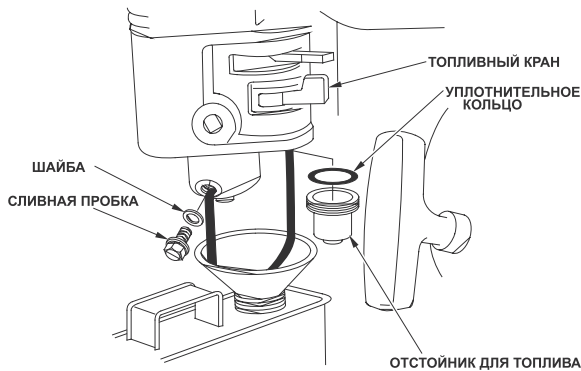

Рис.24 Сливание бензина с топливного бака и карбюратора
- вывинтите пробку сливного отверстия карбюратора, снимите отстойник для топлива, установите топливный кран в положение «ВКЛ» (см. рис.24);